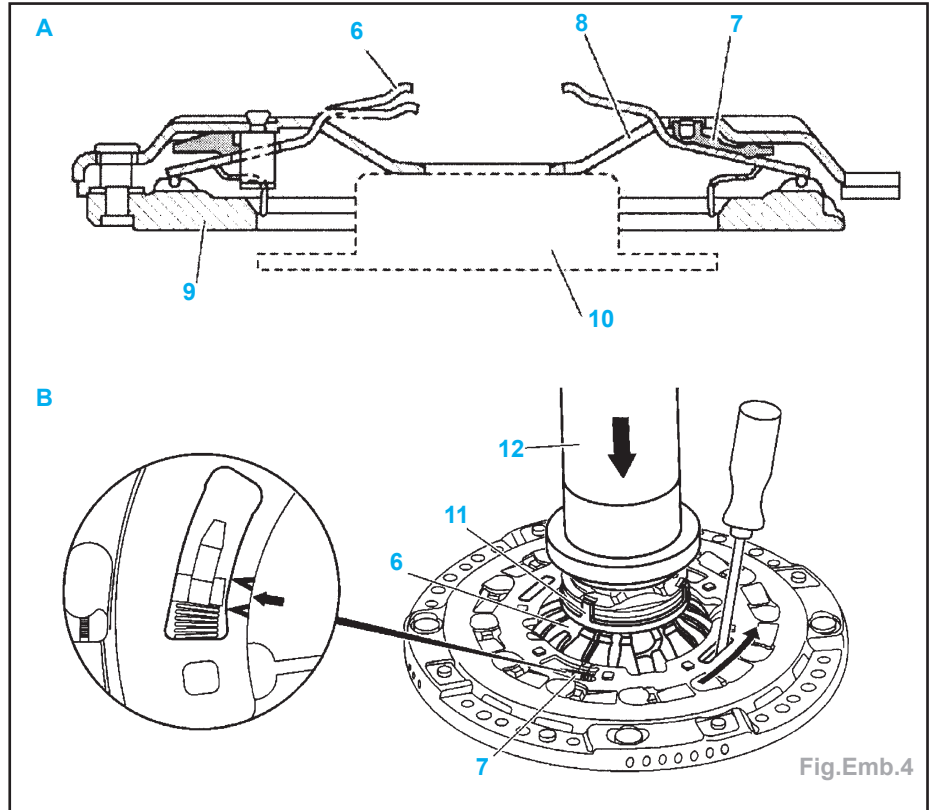

Fig.Emb.4
**Méthode (Fig.Emb.4) :**
- la plaque sur la butée intérieure du couvercle (8),
- sur les rondelles-ressort (6), un outil (11) (ex : une semelle d'appui usée de commande d'embrayage).